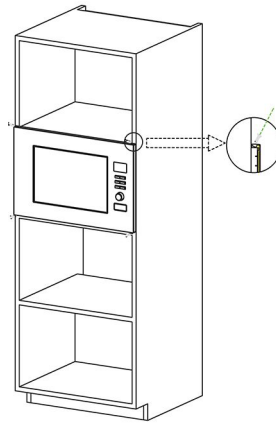

Abb. 2
b) Verwenden Sie die Schrauben der Teileverpackung, um das Mikrowellengerät im Schrank zu befestigen. (Abb. 2)